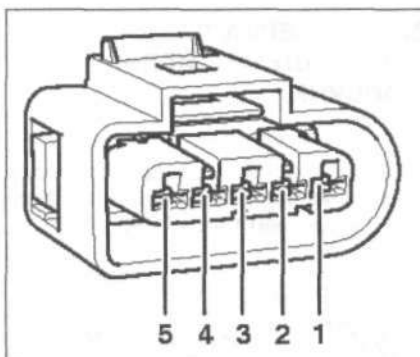

Рис. 7.63. Измерьте напряжение питания между контактами разъема проводки.
15. Измерьте напряжение питания между контактами разъема проводки (рис. 7.63).